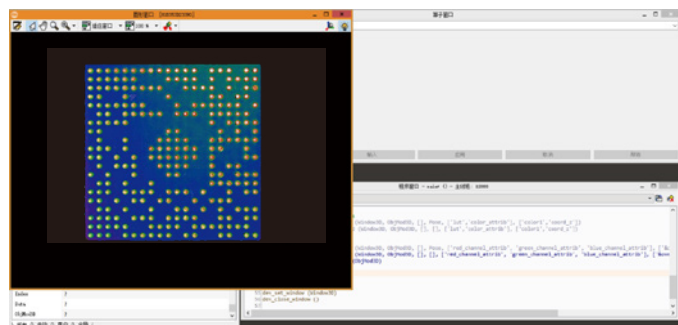

图3.69 运行Halcon示例代码示意
c) 依次打开“02\_Binary->05\_SizectorS\_GenICam”文件夹, 运行【MUST】SetEnviroment-Path。打开“Demo\_Halcon”文件夹, 运行“SizectorStart”文件。按下“F5”, 相机连续拍摄, 如图 3.69。